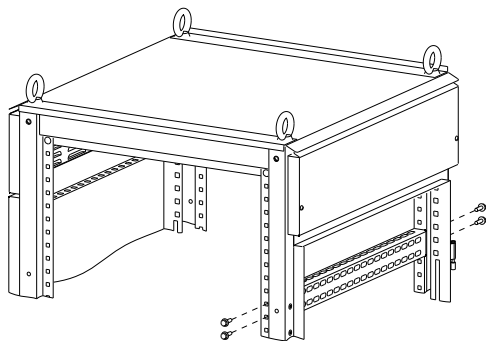

Рисунок 13
5.3.1 Установите Лонжерон между стоек рамы с фасадной стороны и закрепите болтами М6×16 (рисунок 13). Момент затяжки 5 Н·м.